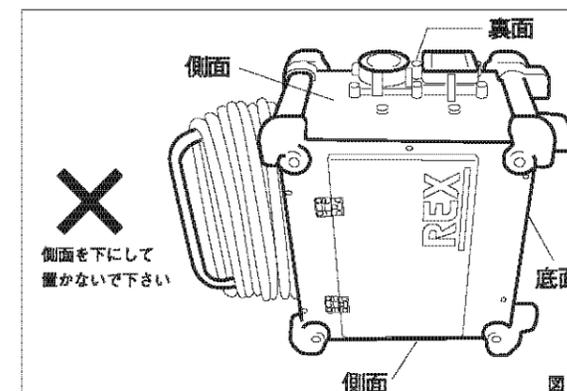

図4
- ・コントローラの側面を下にして置かないでください。コントローラの過熱や泥水などが侵入しやすくなり、故障や事故などの原因となります。(図4)